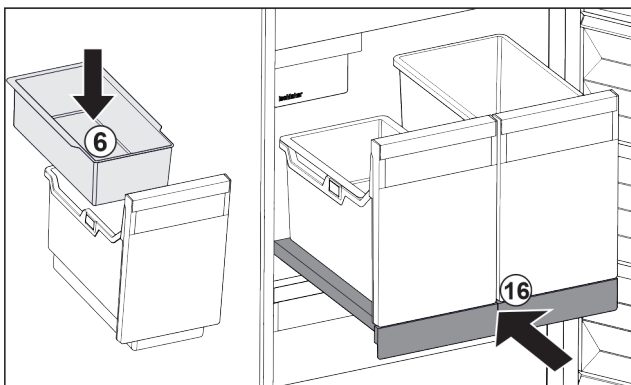

Fig. 36
- ▶ Einhängeschale Fig. 36 (6) für Eiswürfel einsetzen.
- ▶ Auszugsbord mit Behälter (IceTower) einschieben. Fig. 36 (16)